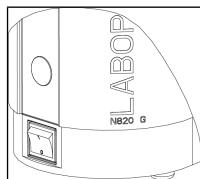

Fig.6: Conexión y desconexión de la bomba con interruptor de alimentación
- Conectar la bomba con el interruptor de alimentación (ver Fig. 6).